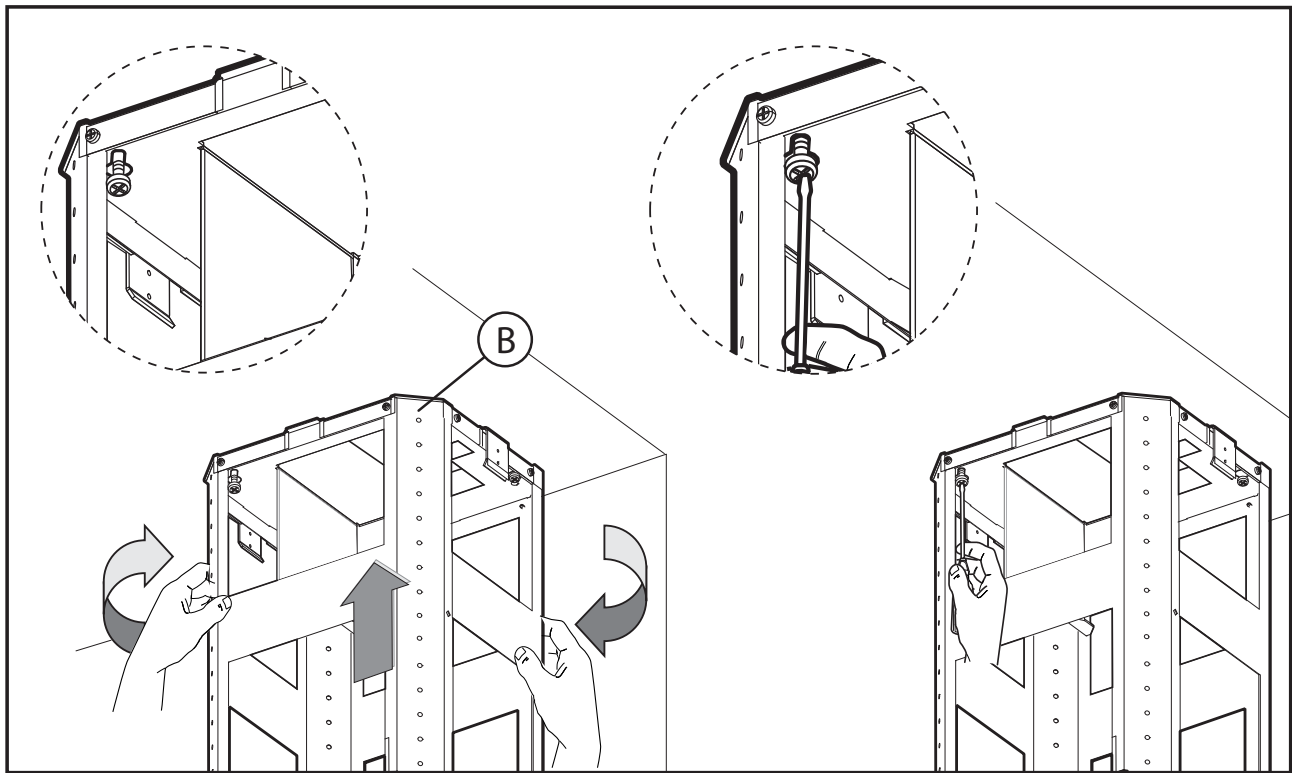

Fig.3
- Tome la parte superior de la estructura **B** (**Fig.3**) e introdúzcala en los 3 tornillos no atornillados completamente correspondientes a los 3 ojales.
Haga una ligera rotación para el empotre (**Fig.3**).
Fig.3: Fijar el desviador de aire **A** sobre el estribo de soporte con el tornillo **B** como es indicado en la ilustración. Una vez que el desviador de aire **A** ha sido fijado, es necesario conectar el tubo flexible (**TUBO CIRCULADOR DE 6" FLEXIBLE DE METAL NO INCLUIDO**).